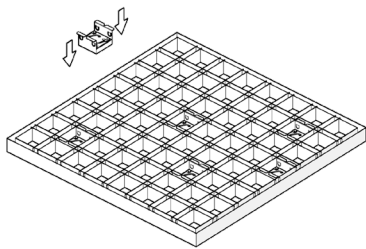
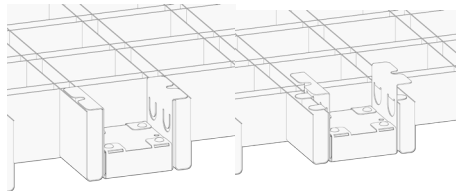

Рисунок 4 – Пример установки комплекта светильников в потолок Грильято (провода и блок питания не показаны).
Рисунок 7 – Установка светильника Tetris в потолок Грильято с высотой ламели 40 и 30мм (провода не показаны).
- 5.5. Смонтируйте светильник в конструкции потолка (см. рис. 4 и рис. 7). Блок питания нужно установить вдоль направляющих конструкции потолка, надежно закрепив его на конструкции.